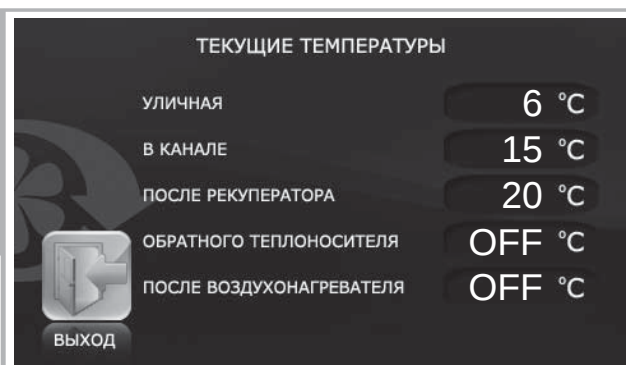

Рис. 30. Текущие температуры
- На дисплее будет представлена вся информация о температуре на текущий момент (рис. 30). В данной установке температура обратного теплоносителя и температура после воздушонагревателя не отображается, параметры предусмотрены для установки с водяным воздушонагревателем.